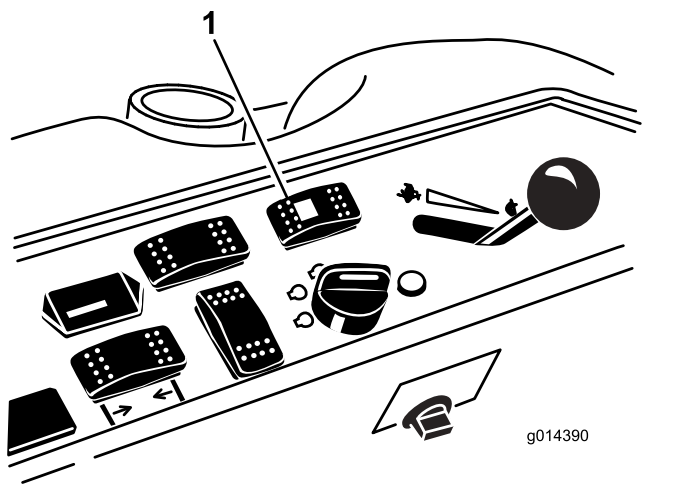

Figura 43
1. Pulse el interruptor de selección de la dirección hacia atrás, a la posición de dirección a las 4 ruedas (Figura 43).